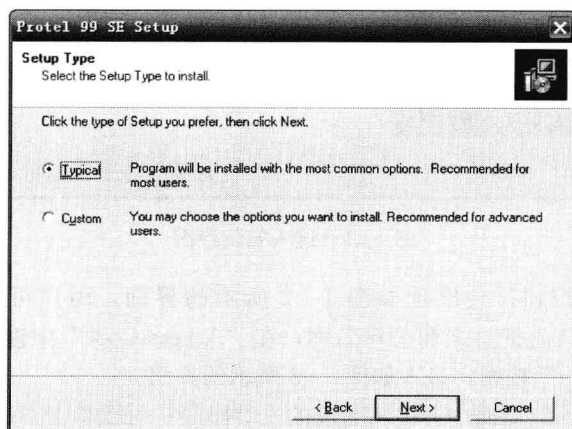
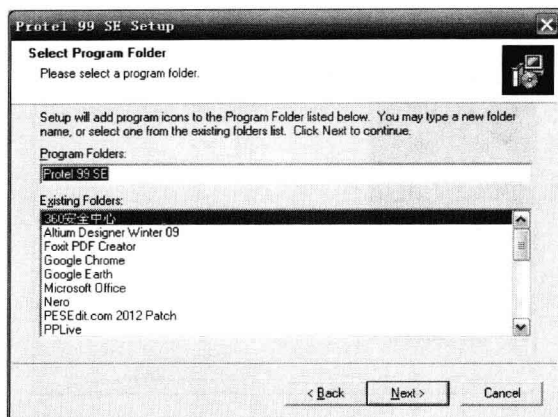

图 1-4 软件安装类型
图 1-5 创建“开始”菜单项
(4) 这时会进入选择安装类型界面，如图 1-4 所示，一般选择 Typical（典型安装）。单击“Next”按钮，进入如图 1-5 所示界面。
(5) 如图 1-5 所示, 系统提示创建“开始”菜单项, 单击“Next”按钮进入下一步。